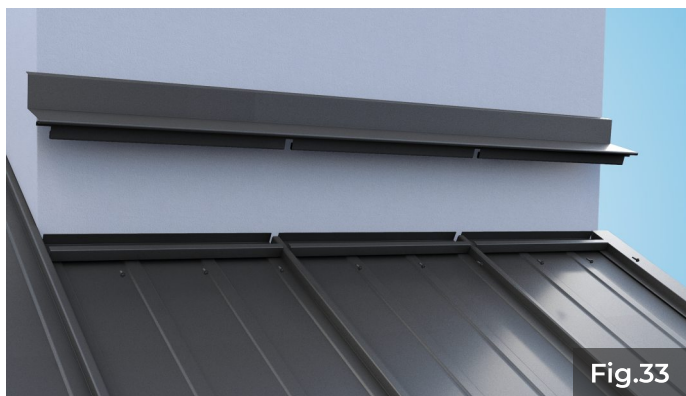

Fig.33
3. Bordura la perete orizontală se trasează și se decupează în dreptul fiecărei muchii de îmbinare a panoului - fig. 32, 33. Fixarea bordurii de suportul de coamă se realizează cu șuruburi autoforante cu garnitură (4,8 x 35) - fig. 33, 34.